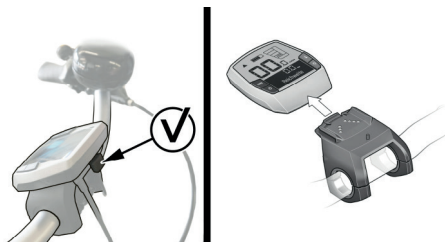

Abbildung 16 : Entfernen des Displays
1. Halten Sie die Schnappverriegelung **42** gedrückt und schieben Sie das Display nach vorne aus der Halterung **44** (siehe Abbildung 16).